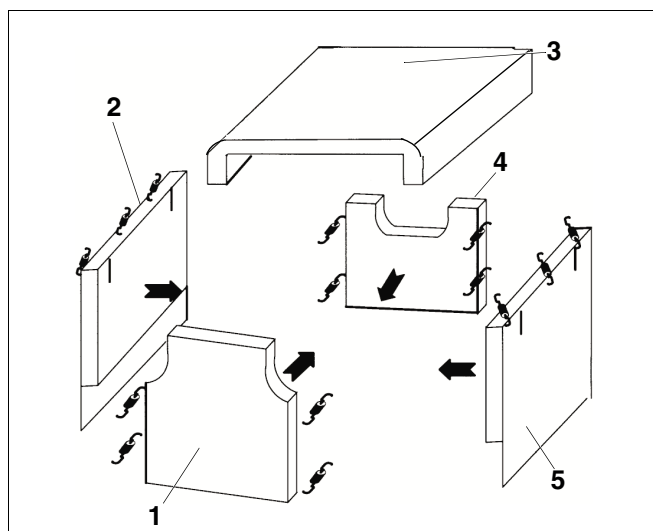
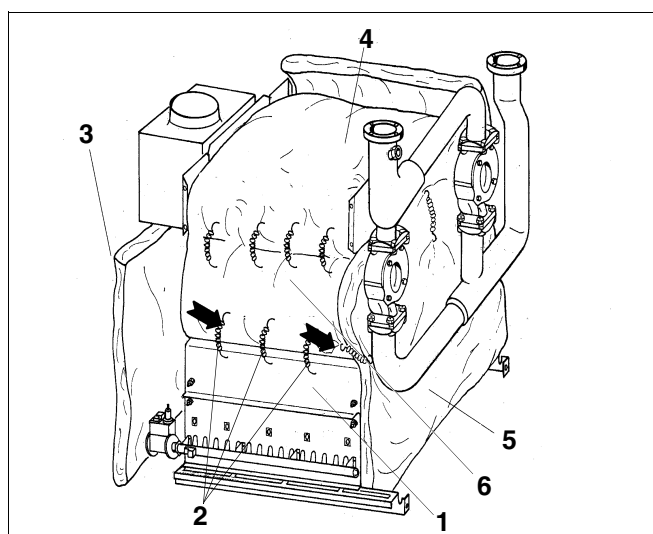

Fig. 44 Isolation thermique
Fig. 45 Accrocher le matelas isolant arrière
- Poser l'isolation thermique du collecteur de fumées (fig. 44, **pos. 3**) sur la face supérieure du collecteur de fumées.
- Plaquer les parois latérales de l'isolation thermique du bloc chaudière (fig. 44, **pos. 2**, isolation thermique à angle droit avec encoche) sur les faces latérales du bloc chaudière et poser autour du grand moyeu.
- Introduire les parois latérales de l'isolation thermique (fig. 44, **pos. 2** et **pos. 5**) en bas dans le couvercle de nettoyage du brûleur (fig. 45, **pos. 1**) et l'accrocher avec trois ressorts (fig. 45, **pos. 2**) aux ouvertures du couvercle de nettoyage prévues à cet effet.
- Plaquer la partie avant de l'isolation thermique (fig. 44, **pos. 1**) sur la paroi avant du bloc chaudière et l'accrocher avec les ressorts de fixation à l'isolation thermique adjacente. Fixer également l'isolation thermique en bas.
Légende pour la fig.44
- Disposer le matelas isolant arrière (fig.45, **pos.3**) contre l'arrière des blocs chaudière, sous le coupe-tirage et fixer à l'aide de 3 ressorts à l'isolation thermique latérale (fig.45, **pos.6**).
Légende pour fig.45